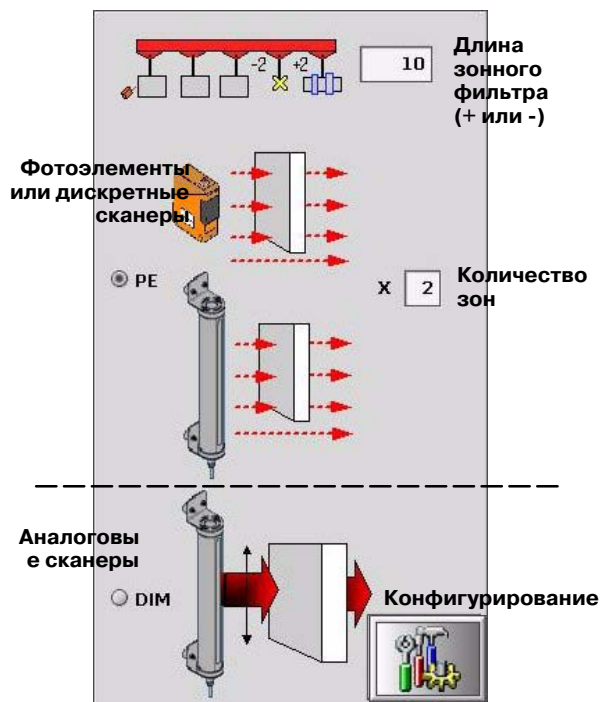

Рис. 3-17 Настройки зонного фильтра и фотоэлементов или сканеров зон
См. рис. 3-17. Зонный фильтр представляет собой длину, в дюймах или миллиметрах, которая прибавляется или вычитается из сигнала зоны для увеличения или уменьшения длины изделий.
См. рис. 3-17. При использовании фотоэлементов или дискретных сканеров для контроля зон выбрать переключатель **PE**, а затем ввести **количество зон** (количество зон фотоэлементов или сканеров (от 1 до 8)).
3. См. рис. 3-17. Выбрать переключатель **DIM**, а затем коснуться кнопки **Конфигурирование**.